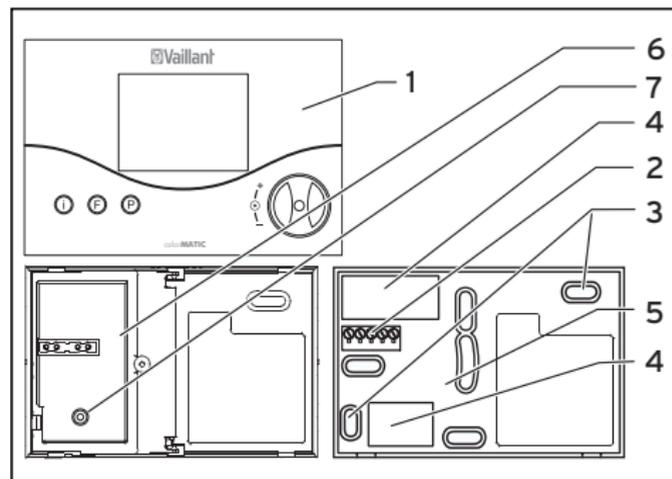

Fig. 9.1 Montaggio della centralina di termoregolazione
La centralina è collegata alla caldaia tramite un cavo di collegamento tripolare sui morsetti 3-4-5 (vedi fig. 9.1, pos. 2).
- Staccare la centralina di termoregolazione (1) dal supporto murale (5).
- Aprire la copertura di protezione interna (6) dello zoccolino del supporto murale (5), allentando la vite (7) e ribaltando la copertura verso destra.
- Praticare due fori di fissaggio (3) con diametro di 6 mm (come illustrato alla fig. 9.1) ed inserire i tasselli in dotazione.
- Fare passare il cavo di allacciamento attraverso l'apposita apertura (4) che si trova al di sotto della copertura di protezione interna.